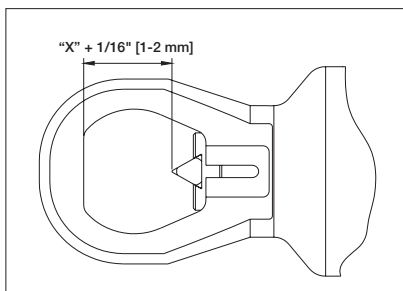

Figura 6
4. Ruotare la testa di taglio fino a quando la distanza tra la superficie piatta della testa e la punta della lama è uguale alla distanza misurata in precedenza nel passaggio 1 PIÙ 1 o 2 mm (1/16"). Vedere la Figura 6.